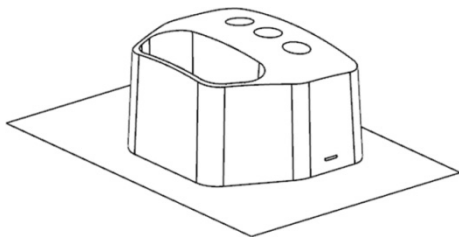

图 14-6 创建拉伸曲面
(11) 单击“完成”按钮，在【拉伸】对话框中对“指定矢量”选择“YC↑”，“结束”选取“对称值”，“距离”设为110mm，“布尔”选择“无”.
(12) 单击“确定”按钮，创建拉伸曲面，如图14-6所示。